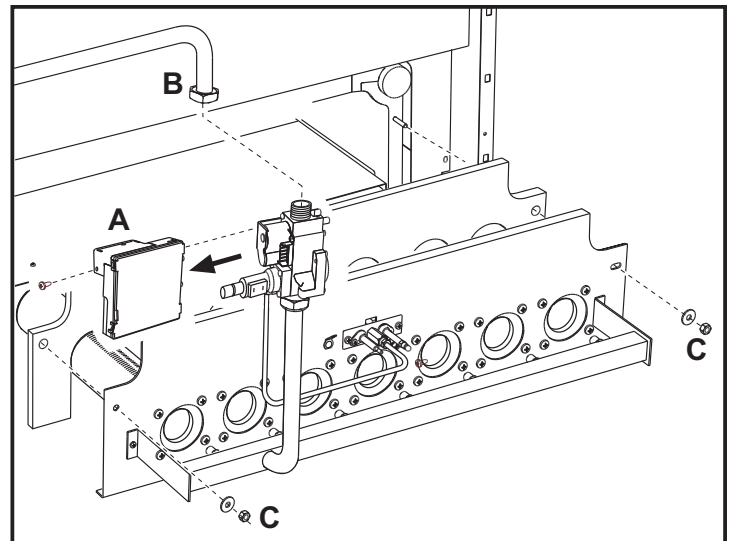
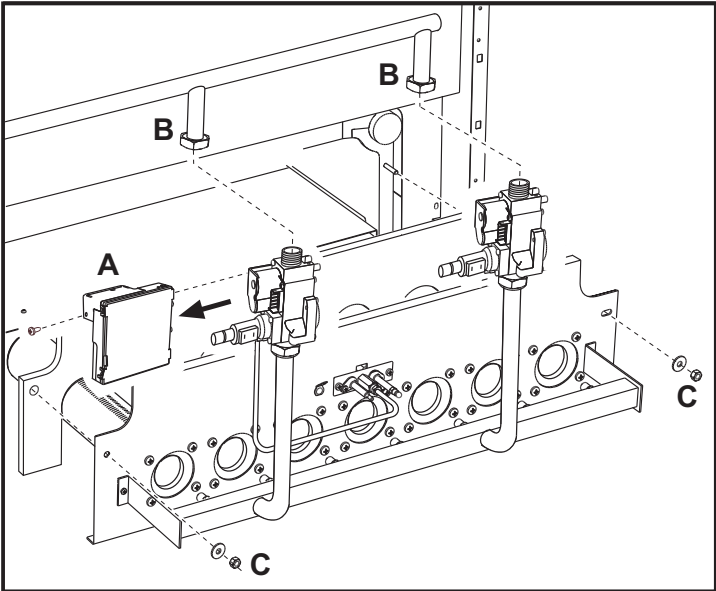

fig. 7 - Modèles PEGASUS - 67 2S, 77 2S et 87 2S
fig. 8 - Modèles PEGASUS - , 97 2S et 107 2S
- Démontez la centrale électronique de contrôle de flamme « A » de la vanne à gaz (fig. 7).
- Pour les modèles **97 2S** et **107 2S** à 2 vannes, dévisser les 2 vis de fixation des 2 connecteurs électriques qui alimentent la seconde vanne et les dégager (fig. 8).
- Dévisser l'écrou « B » fixant le tuyau d'arrivée du gaz en amont de la vanne à gaz (fig. 7). Pour les modèles **97 2S** et **107 2S**, dévisser les deux écrous (fig. 8).